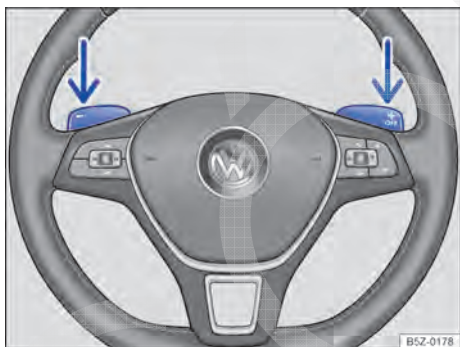

Fig. 101 Volante com dois seletores para troca de marcha no modo manual.
- No programa de condução D, S ou M (modo manual), acionar os seletores no volante → Fig. 101.
- **OU**: engatar com os seletores no volante → Fig. 101.